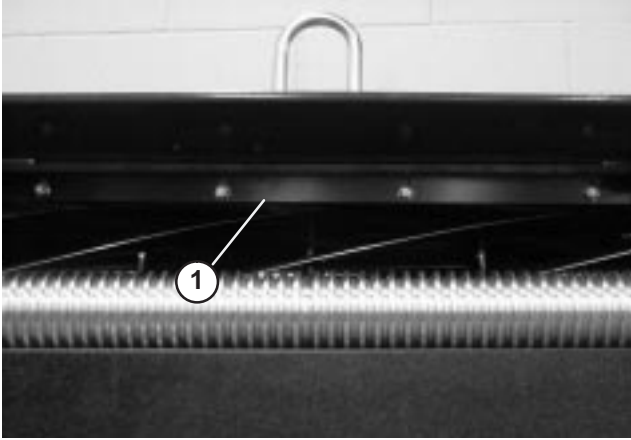

Bild 16
1. Lockern Sie die Schrauben, mit denen die obere Leiste am Mähwerk befestigt ist (Bild 16).